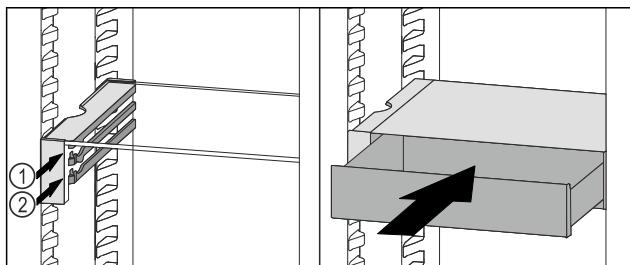

Fig. 96
- ▶ Установите выдвижной ящик VarioSafe за стопоры на требуемый выступ Fig. 96 (1) или Fig. 96 (2).